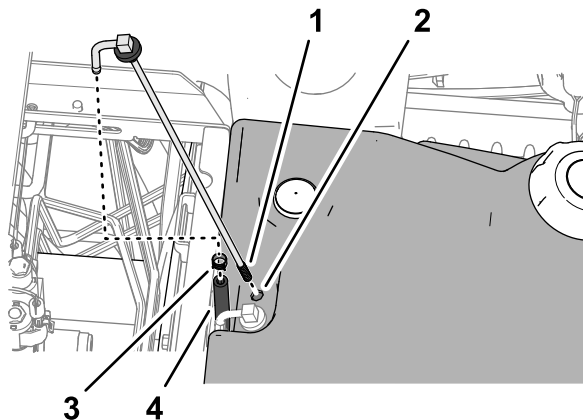

Figura 84
3. Retire a braçadeira que fixa a mangueira ao tubo de recolha de combustível (Figura 84).
5. Limpe o ecrã no fim do tubo de recolha de combustível (Figura 84).